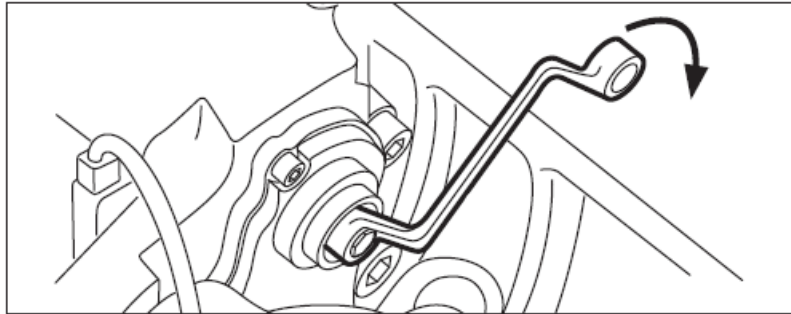

Figure 16 : Rotation en sens horaire
24. À l'aide d'une clé polygonale à six points de 10 mm, faites tourner l'adaptateur de cisaillement en sens horaire jusqu'à ce que les plaquettes touchent au rotor. Reportez-vous à la **figure 16**.